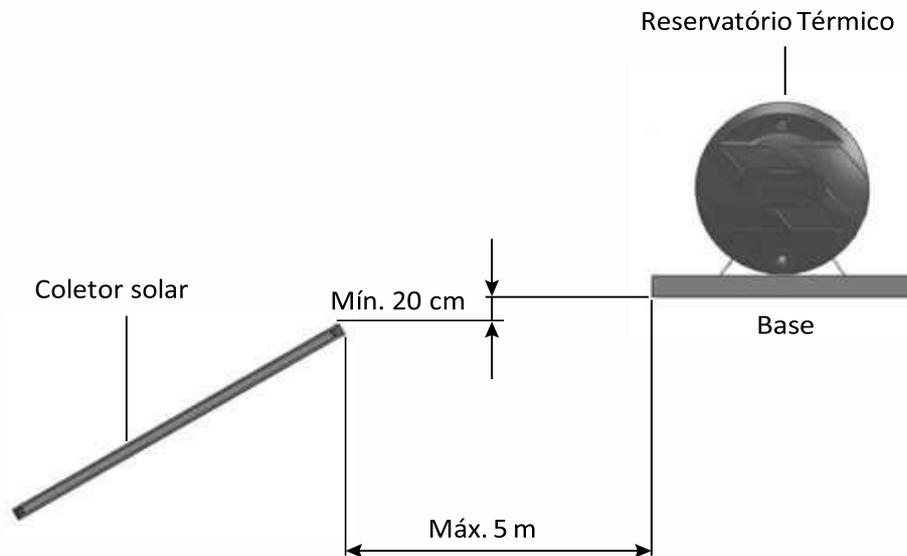

Fig. 18 - Circuito primário – Circulação por termossifão – Dimensões recomendadas
► Deve haver um desnível mínimo de 20 cm entre o topo dos coletores solares e a base do reservatório térmico (Fig. 18 e 19). Para modelos de reservatório em nível o desnível mínimo deve ser de 10cm entre o topo dos coletores solares e a base do reservatório.